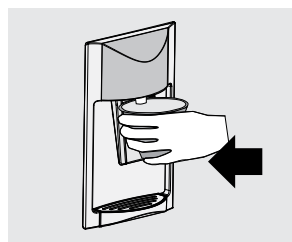

Figura 45
- Para utilizar el dispensador haga presión hacia adentro con el vaso sobre la válvula, después de llenar la cantidad de agua requerida mantenga el vaso por 2 segundos más sin presionar para evitar goteos. (Figura 45).